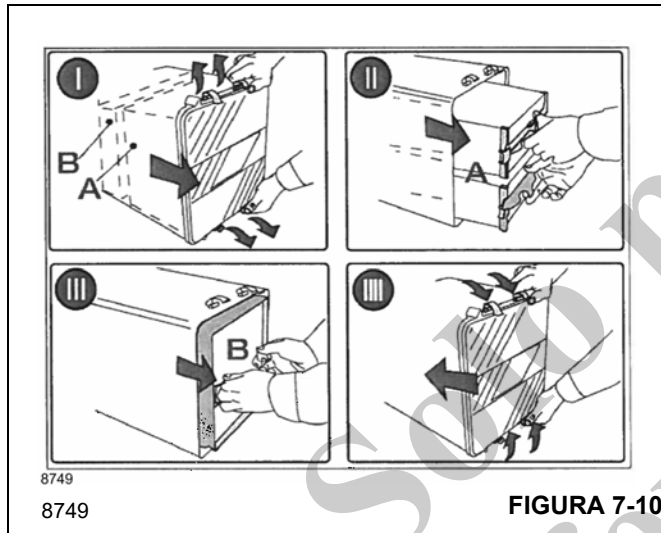

FIGURA 7-10
1. Levante las pinzas (Figura 7-10) que aseguran la cubierta del cuerpo del filtro de aire y retire la cubierta.